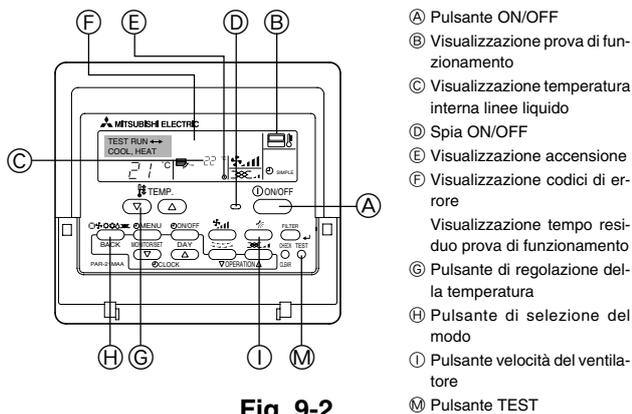

Fig. 9-2
9.2.2. Comando a distanza con filo (Fig. 9-2)